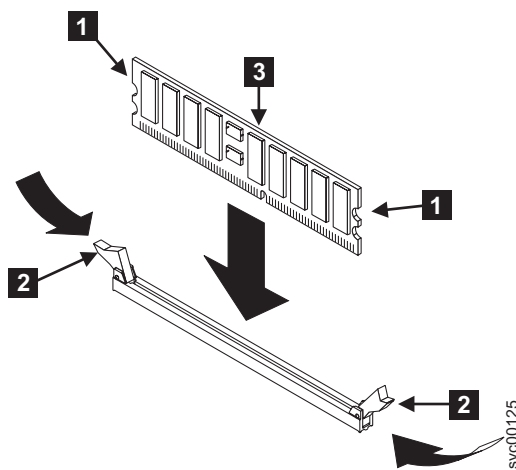

図 84. メモリー・モジュールの再取り付け
1. クリップ **2** を開き、図 84 に示すように、メモリー・モジュール **3** を下げてコネクタに差し込みます。クリップを内側に向かって押しながら閉じます。